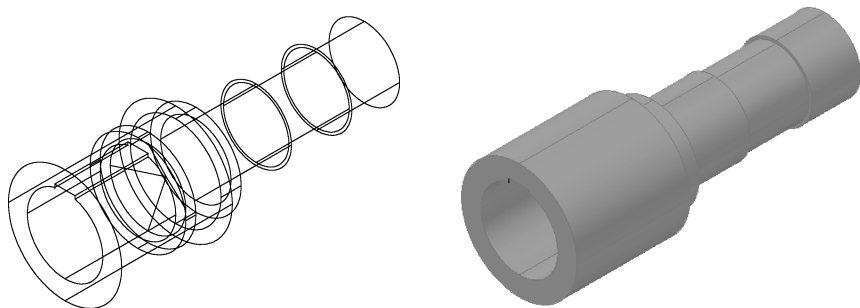

图 8-33 “传动轴”三维模型
7) 利用圆形、多段线、拉伸、放样等命令, 创建一个“传动轴”三维模型, 并保存至指定位置。其总长度为 120, 最大直径为 45, 如图 8-33 所示。